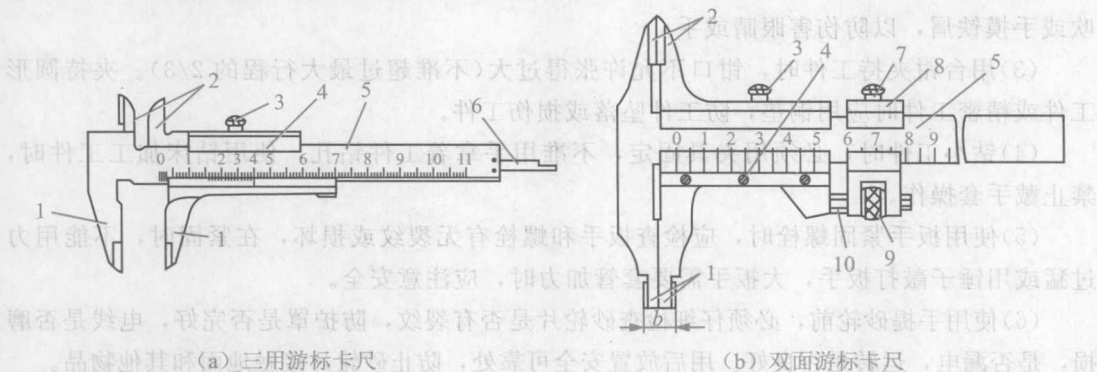

图 1-5 游标卡尺
游标卡尺是一种中等精度的量具,可以直接测量出工件的外径、孔径、长度、宽度、深度和孔距等尺寸。图 1-5 为两种常用的游标卡尺。
(1) 三用游标卡尺。如图 1-5(a) 所示,三用游标卡尺由外量爪 1、内量爪 2、紧固螺钉 3、游标 4、尺身 5、测深杆 6 组成。旋松螺钉 3 即可移动游标调节卡尺内外量爪的开度(大小)进行工件测量。
(2) 双面游标卡尺。如图 1-5(b) 所示,双面游标卡尺与三用游标卡尺相比,在其游标 4 上增加了微调装置 8,松开紧固螺钉 3 和 7 即可推动游标在尺身上移动。需要微动调节时,可将螺钉 7 紧固,松开螺钉 3,用手指转动微动螺母 9,通过小螺杆 10 使游标微动,尺寸量好后,再拧紧螺钉 3 使游标紧固。
另外,除了图1-5所示的普通游标卡尺外,还有游标深度尺、游标高度尺和游标齿轮尺等,其刻线原理和读数方法与普通游标卡尺相同。